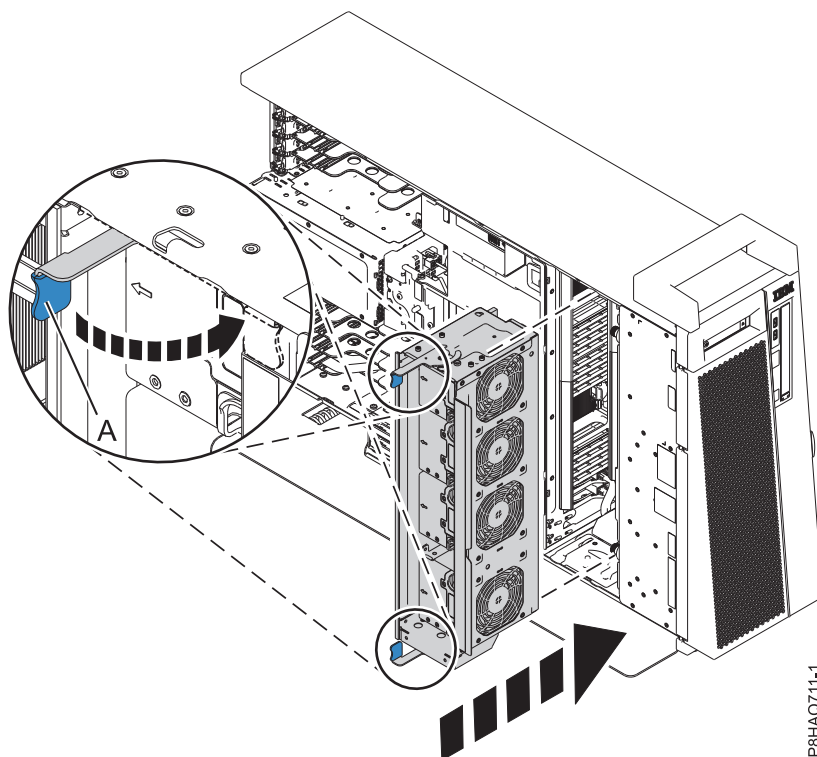

図 10. スタンドアロン型システムでのファン・ケージの再取り付け
- a. 15 ページの図 10 に示すように、青色のタッチ・ポイント・ラッチ (A) を持って、システム内にファン・ケージを滑り込ませます。
- c. 15 ページの図 10 に示すようにラッチ (A) を回転させてファン・ケージを所定の場所にロックします。